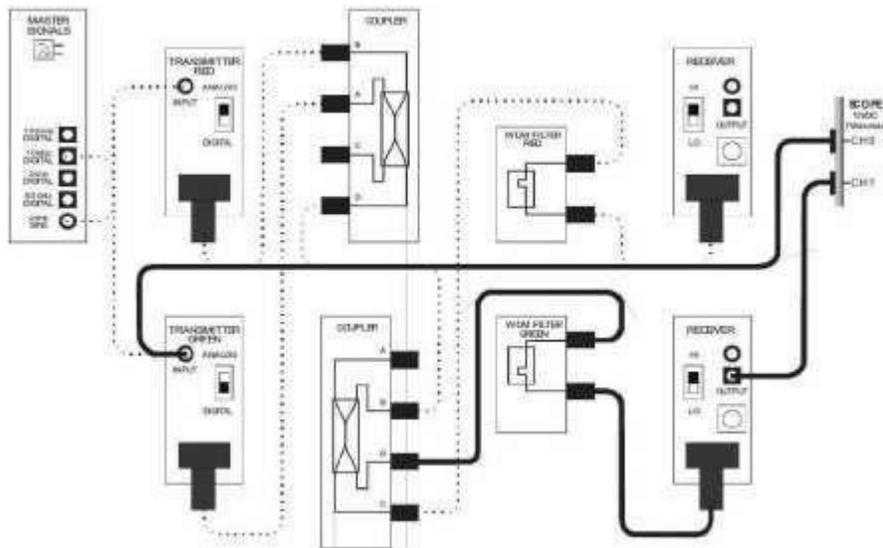

Figura 5.
2. Cambiar el circuito como se muestra en la Figura 5.